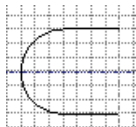

图 4.9.4 镜像图元 (一)
(4) 在系统的提示下，选取水平的构造线为镜像中心线，即可看到所选图元被镜像到镜像中心线下方，如图 4.9.4 所示。
(1) 在功能选项卡区域的选项卡中单击按钮。
(2) 框选图 4.9.4 所示的整个图元区域，单击中键。